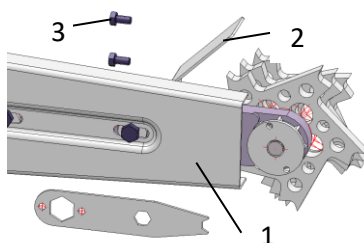

Bild 4.: Montering skyddsplåt
- > Montera skyddsplåten på svärdet (1 – bild 4).
- > Spårfräsen har ytterligare en skyddsplåt (2 -bild 4). Denna skruvas fast i kapslingen med två sexkantsskruvar (3 – bild 4) i kapslingen.